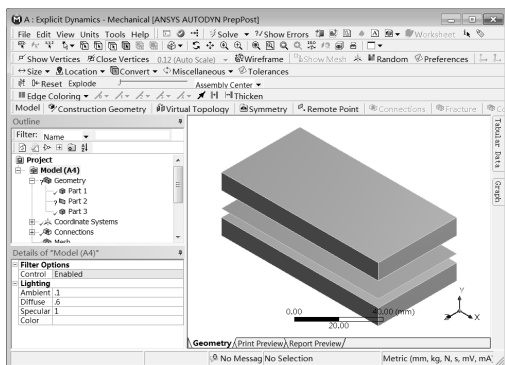

图 11-46 Mechanical 界面
Step1 : 双击项目 A 中的 A4 (Model) 选项 ,此时会出现 Mechanical 界面 ,如图 11-46 所示。